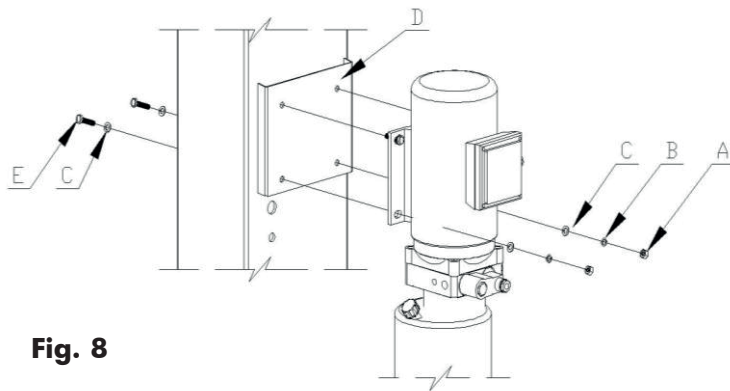

Fig. 8
7. Montez le groupe moteur sur la colonne (**fig. 8**).